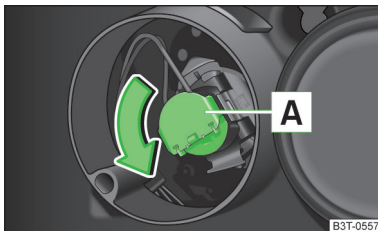

Abb. 205 Halogen-Scheinwerfer: Glühlampe für Abblendlicht wechseln
- › Den Stecker mit der Glühlampe **A** » Abb. 205 bis zum Anschlag **entgegen dem** Uhrzeigersinn drehen und herausnehmen.